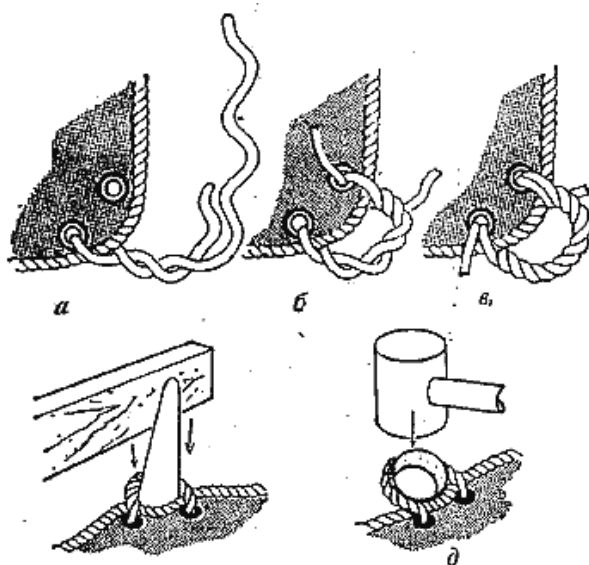

Рис. 62. Заделка кренгельса:
Длинный конец пряди пропускают через второй люверс и закручивают вокруг самого себя к первому люверсу и обратно, пока не образуется кренгельс из трех прядей (рис. 62)— и работа сделана *.
** Концы прядей надо закрепить, связав их полуузлом и наложив на это место бензель или затяжную марку. Иногда расстояние между люверсами на парусе делают меньше, чем диаметр коуша, как показано на рис. 62, чтобы угол охвата коуша кренгельсом был больше. В таком случае между люверсами делают бензель, чтобы парусина в этом месте не была перегружена (прим. переводчика).*